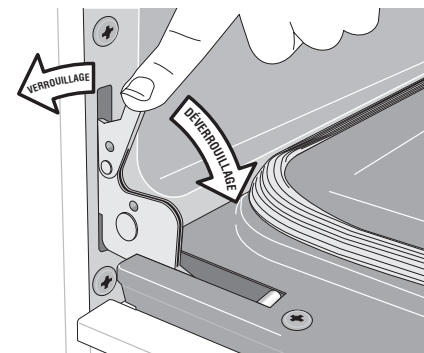

Fig. 2
4. Poussez les verrous des charnières de droite et de gauche vers le haut et dans le cadre du four (fig. 2) jusqu'à ce qu'ils soient en position verrouillée.